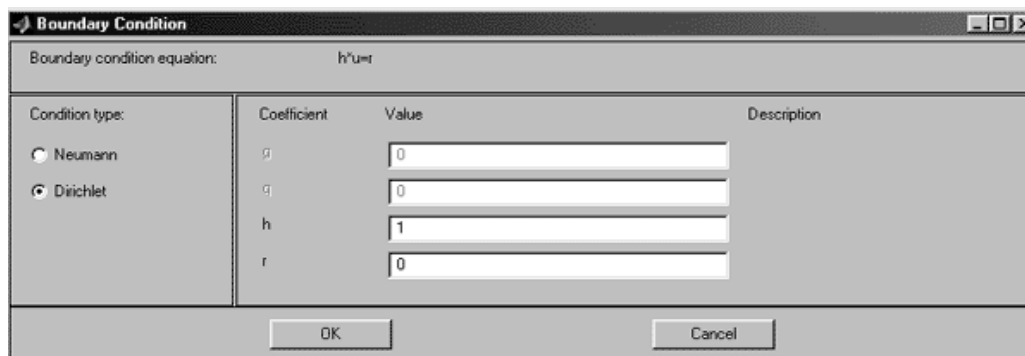

Рисунок 7.2 – Диалоговое окно ввода параметров граничных условий
**Specify Boundary Conditions** – ввод параметров граничных условий (рисунок 7.2).